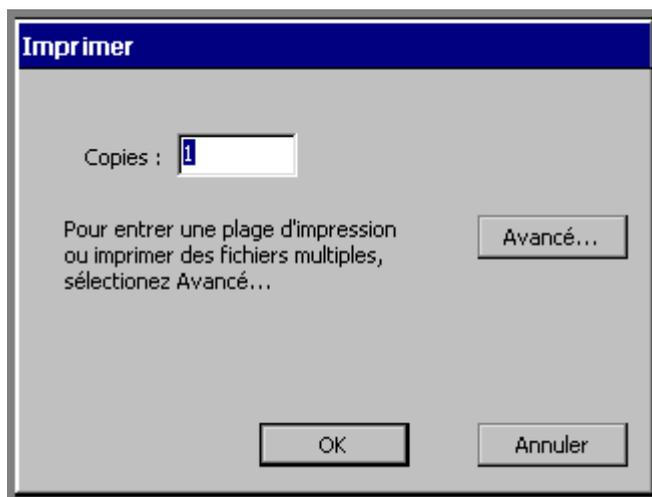

Figure 11-3. Ecran Imprimer
1. Quand l'étiquette à imprimer est affichée dans la fenêtre **Editeur**, appuyez sur **Imprimer**. Vous accédez alors à l'écran **Imprimer** (Figure 11-3).
1. Quand le jeu d'étiquettes est complet (voir la section **Création de jeux d'étiquettes** à la page 6-22), sélectionnez **Imprimer**. L'écran **Imprimer** apparaît, comme illustré à la Figure 11-3.
1. Quand le jeu d'étiquettes est complet (voir la section **Création de jeux d'étiquettes** à la page 6-22) ou qu'un fichier contenant un jeu d'étiquettes est ouvert, choisissez **Imprimer**. L'écran **Imprimer** apparaît, comme illustré à la Figure 11-3.
4. Sélectionnez **OK**. Vous accédez à nouveau à l'écran **Imprimer** (Figure 11-3).
1. Quand un fichier du groupe à imprimer est ouvert dans la fenêtre **Editeur**, appuyez sur **Imprimer**. Vous accédez alors à l'écran **Imprimer** (Figure 11-3).
5. Sélectionnez **OK**. Vous accédez alors à l'écran **Imprimer** (Figure 11-3).
4. Sélectionnez **OK**. Vous revenez à l'écran **Imprimer** (Figure 11-3).